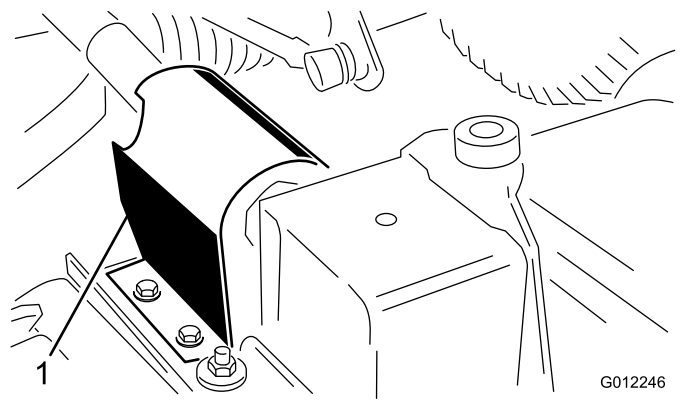

Figure 8
2. Retirez les 2 vis autotaraudeuses qui fixent la protection de la PDF au sommet de la plaque de montage du boîtier d'engrenages du plateau de coupe, et déposez la protection (Figure 8).
5. Fixez le support de rotule au bras pivotant avec (2) vis à tête (7/16 x 3 po), rondelles plates (7/16 po) et écrous à embase (7/16 po).